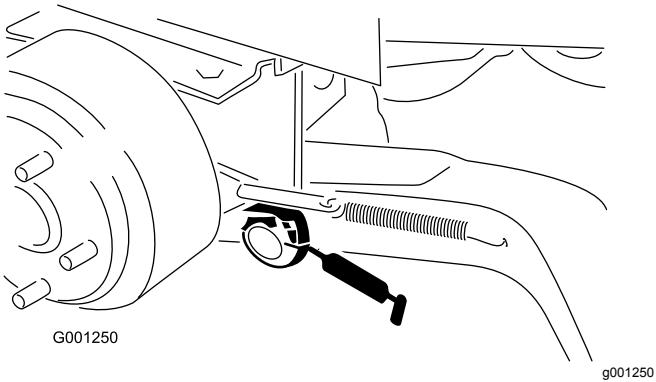

Figura 37
- Casquilhos da articulação do braço de elevação (Figura 37)